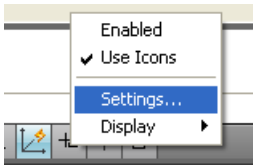

Рис. 4.15
1. Клацнути правою кнопкою мишки на кнопці  Dynamic Input (Динамический ввод) в рядку стану і вибрати з контекстного меню пункт Settings (Настройка) (рис. 4.15).